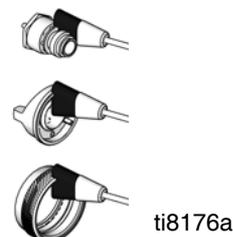

FIG. 16 : Nettoyage du capuchon d'entrée d'air et de la tuyère
11. Frottez la bague de serrage du capuchon d'entrée d'air, le capuchon et la tuyère de fluide avec le pinceau souple (voir FIG. 16). Pour nettoyer les trous du capuchon d'entrée d'air, utilisez un outil souple, comme un cure-dent afin de ne pas endommager les surfaces sensibles. Nettoyez le capuchon d'entrée d'air et la tuyère de pulvérisation au moins une fois par jour. Dans certains cas, augmentez la fréquence des nettoyages.